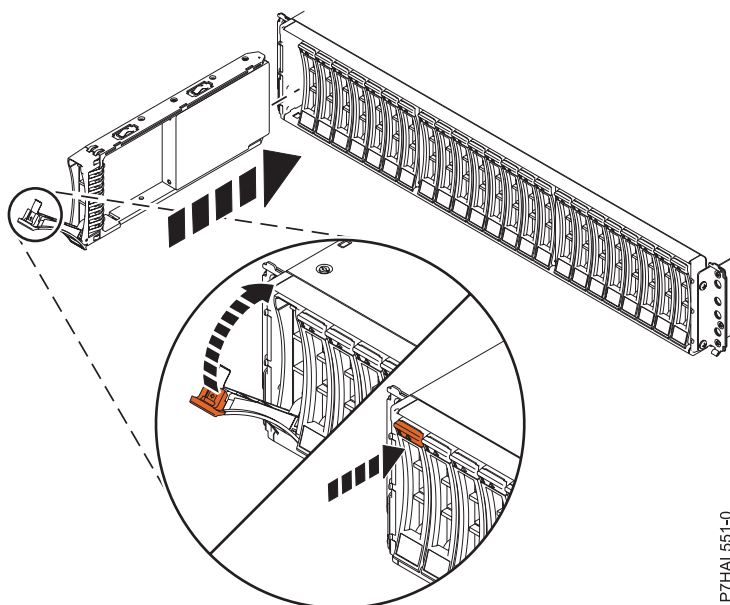

Figura 13. Instal·lació de la unitat de disc a Allotjament de la unitat de disc 5887
1. Amb la nansa en posició desbloquejada, consulteu Figura 13 a la pàgina 24, aguanteu la part inferior de la unitat mentre l'alineu amb les guies de la unitat d'expansió.